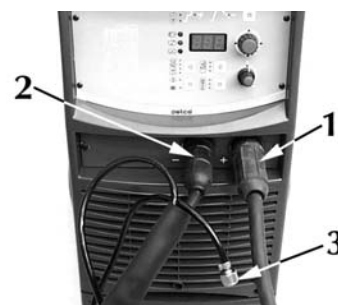

Fig. 6
- 1) Collegare il connettore (Fig. 6) della pinza di massa alla presa positiva (+) del generatore.